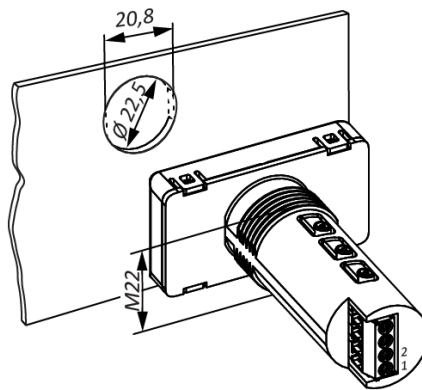

Рисунок 4.1 – Установчі розміри пристрою
1. Підготувати в щиті круглий отвір діаметром 22,5 мм (щоб запобігти прокручуванню пристрою, отвір має бути складної форми, див. рисунок 4.1).